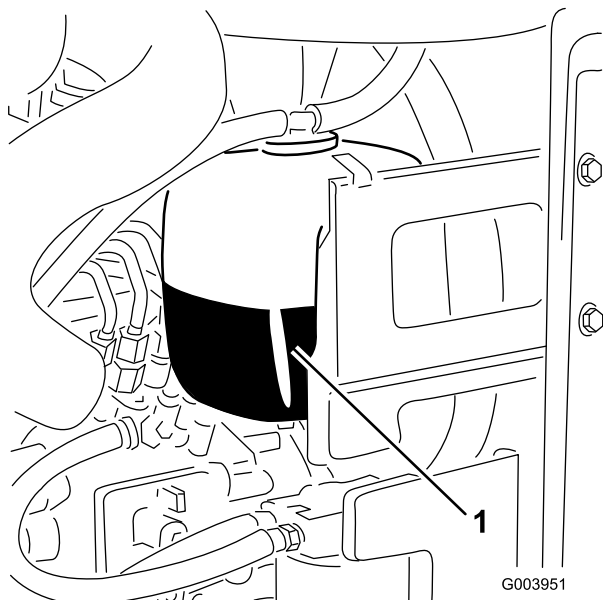

Figura 30
- Verifique o nível de líquido de arrefecimento do depósito secundário (Figura 30).